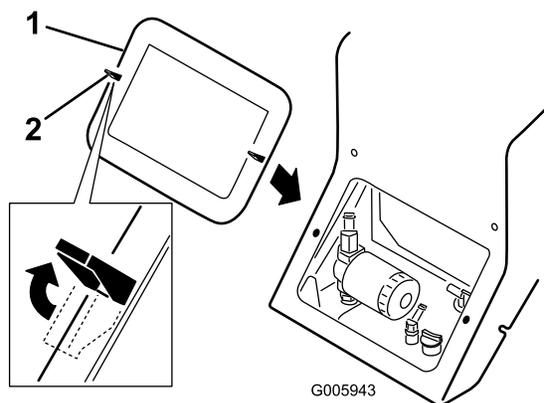

Рисунок 24
4. Освободите две крепежные лапки (Рисунок 24 показан верхний левый лепесток).